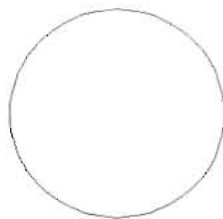

图 3-69
(2) 单击“绘图”工具栏中的“圆”按钮, 绘制一个直径为 105 的圆形, 如图 3-69 所示, 命令执行过程如下。